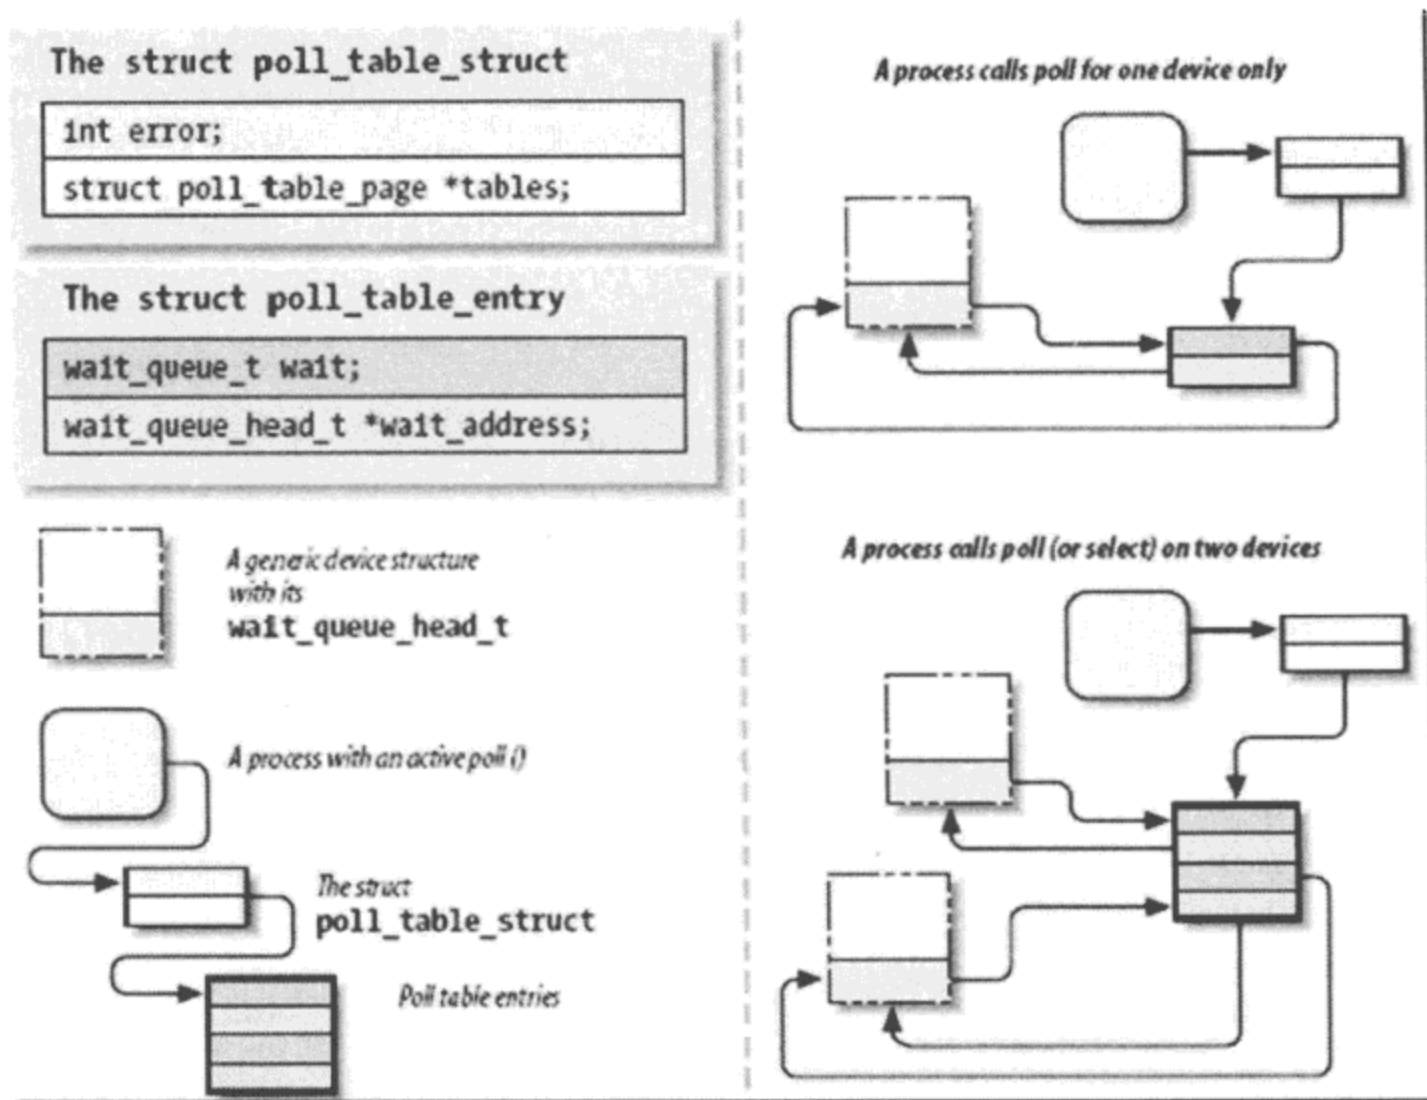

图 8-16 操作系统如何将进程阻塞在 poll 函数报告的所有等待队列上
(3) 操作系统如何将进程阻塞在 poll 函数报告的所有等待队列上,如图 8-16 所示。